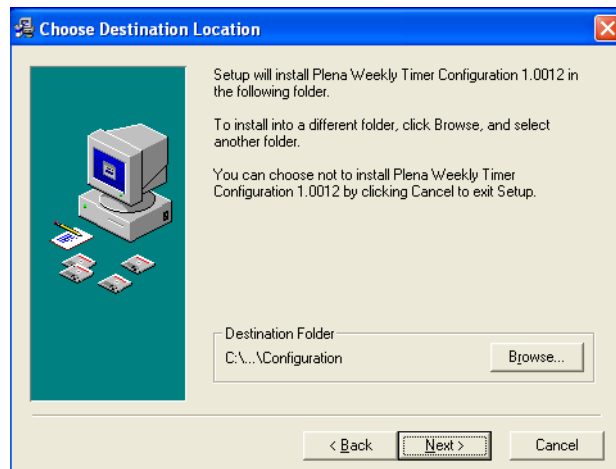

Abbildung 8.2: Wahl des Zielordners
- 2 Folgen Sie den Anweisungen im Fenster und klicken Sie dann auf [Next]. Ein Fenster wie in Abbildung 8.2 erscheint auf dem Bildschirm.